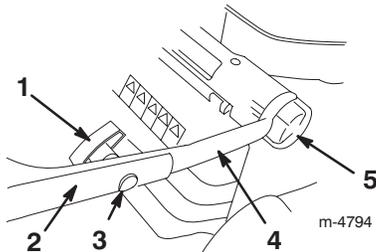

Bild 2
2. Lockern Sie die Höheneinstellräder am Griff und drehen das Unterteil des Griffs nach hinten, bis es auf einer in Bild 2 dargestellten Höheneinstellung ist.
4. Sichern Sie den oberen Handgriffteil mit den Ovalekopschrauben und Griffestellrädern am unteren Handgriffteil ab (Bild 2). **Ziehen Sie die Griffestellräder gut fest.**
Sie können den Handgriff auf drei verschiedene Höhen einstellen: hoch, mittel und tief (Bild 2). Wählen Sie die Griffhöhe, die für Sie am bequemsten ist.